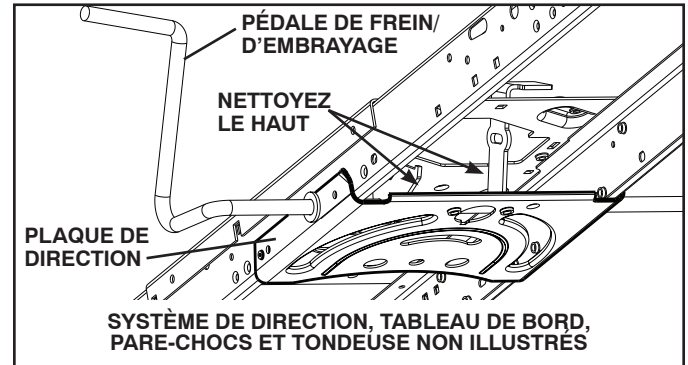

Fig. 21
- Nettoyez toute trace de débris sur la plaque de direction. Les débris peuvent empêcher le mouvement de l'arbre de la pédale de frein/d'embrayage, provoquant le glissement de la courroie avec perte d'entraînement. Voir Fig. 21.